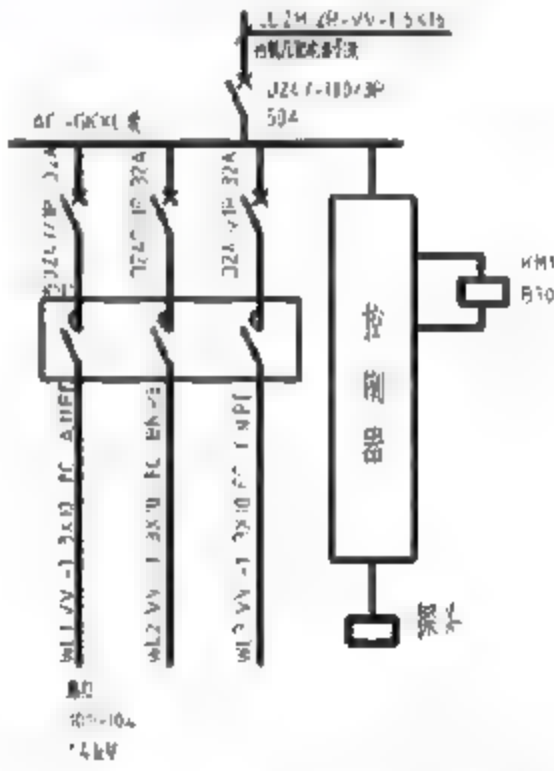

图6-30 创建文字
**02** 在【默认】选项卡中，单击【注释】面板中的【单行文字】按钮，创建单行文字如图6-30所示。命令行提示如下。